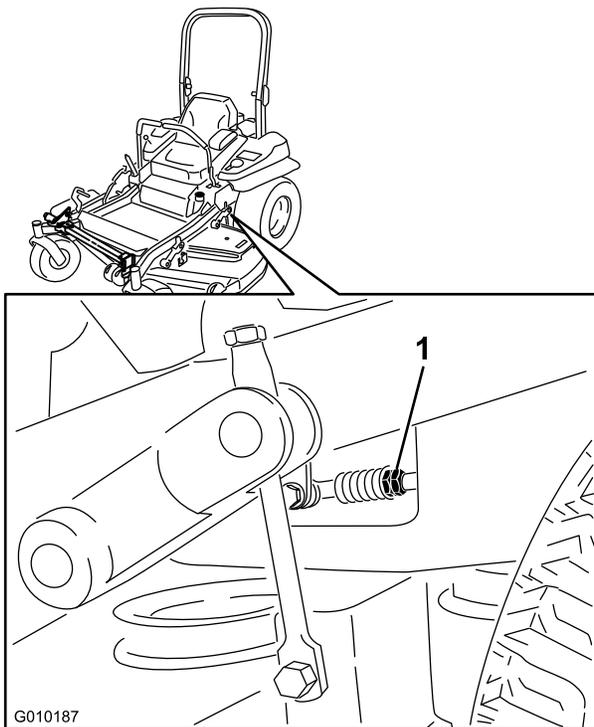

Bild 87
- Stellen Sie die Länge der Pumpenschaltstange ein, indem Sie die Doppelmuttern an der Stange so weit in die entsprechende Richtung drehen, bis sich die Räder leicht zurückdrehen (Bild 87).